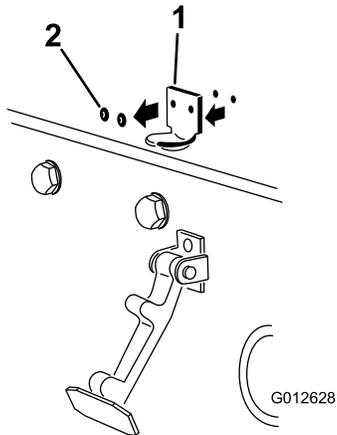

Рисунок 32
2. Удалите заклепки (2 шт.), которые крепят кронштейн защелки капота к капоту (Рисунок 32). Снимите кронштейн защелки капота с капота.